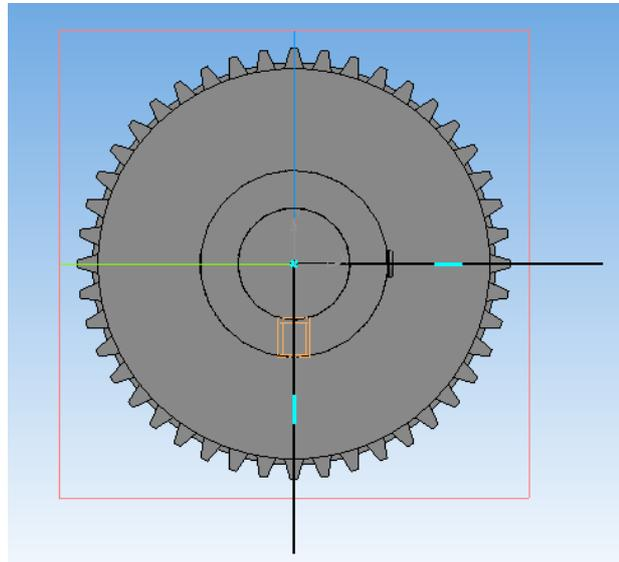

Рисунок 129
1. Выберите торец зубчатого колеса. Проведите в этой плоскости два отрезка параллельно осям X и Z из центра изображения (рисунок 129).